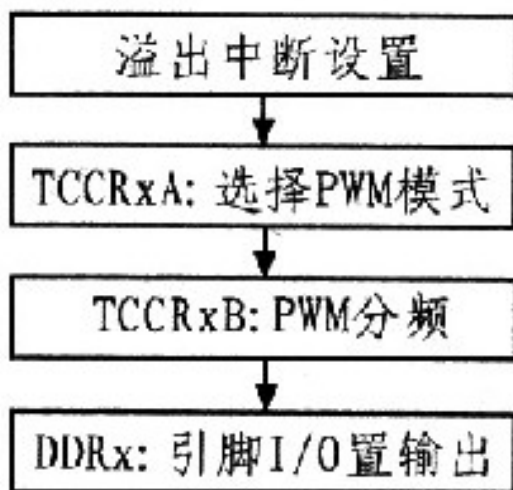

图 3 PWM 输出设置
1) 单片机**定时器 PWM 输出**设置如图 3 所示。首先需设置 T/C 中断屏蔽寄存器 TIMSKx 使能定时器溢出中断。其次分别设置 T/C 控制寄存器 TCCRxA 和 TCCRxB 选择 PWM 模式和预分频比，最后将控制信号引脚 I/O 置为输出。程序运行时，每当定时器计数产生溢出，CPU 响应中断，定时器回零后重新开始计数。